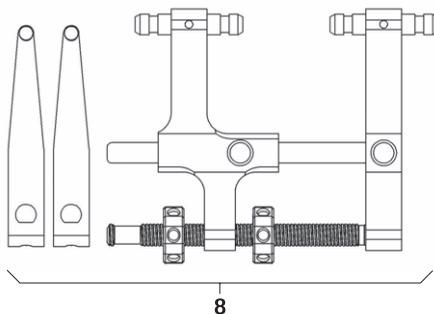

Рис. 13
- ▶ Установить дистрактор 8 с дистракторными пластинами, см. Рис. 13.